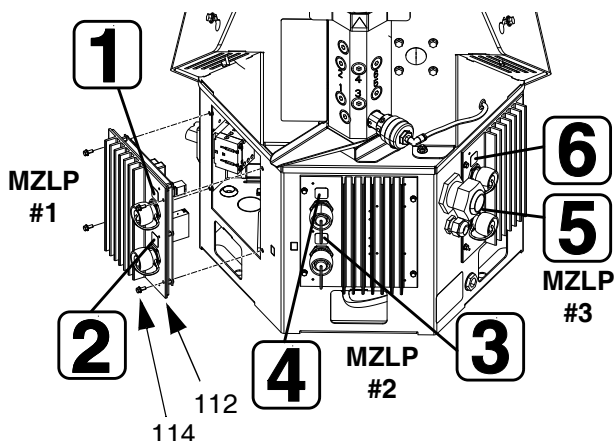

FIG. 45
2. Rimuovere lo sportello di accesso anteriore del quadro elettrico (10).
3. Scollegare i connettori elettrici del flessibile riscaldato dall'esterno del modulo MZLP (112).
4. Annotare la posizione di ciascun cavo, quindi scollegare tutti i cavi dal modulo MZLP (112) da sostituire. Vedere FIG. 45.
5. Rimuovere le quattro viti (114) che fissano il modulo MZLP (112) al quadro elettrico (1), quindi rimuovere attentamente il modulo MZLP dal quadro. Vedere FIG. 45.
6. Sostituire il modulo MZLP. Vedere FIG. 45 per l'identificazione di MZLP 1, MZLP 2 e MZLP 3.
- b. Per sostituire il MZLP 3, rimuovere il ponticello (135) dal connettore J5 del modulo MZLP 3 e reinstallarlo sul connettore J5 del nuovo modulo MZLP 3.
2. Applicare sul nuovo MZLP gli adesivi dell'etichetta del canale. Vedere FIG. 45.
3. Utilizzare le quattro viti (114) per installare il modulo MZLP (112) sull'armadio elettrico (1).
4. Ricollegare i cavi al modulo MZLP (112).